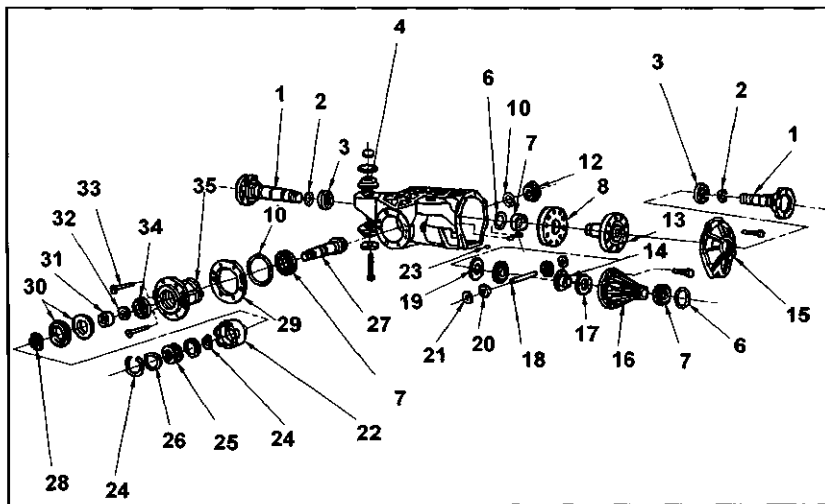
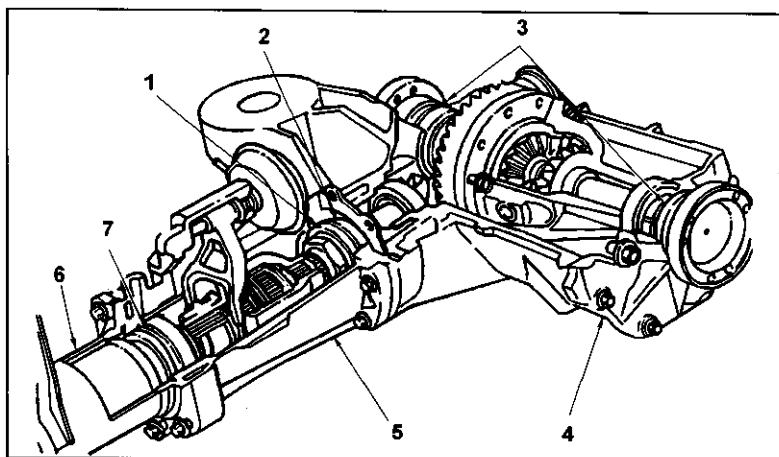

图 7-3-5 后桥壳元件
图 7-3-6 油封位置
- (1)拆下传动轴套管总成。
- (2)拧下单向离合器盖安装螺栓,然后拆下单向离合器盖。
- (3)排出离合器壳内的油。
- (4)拆下离合器壳与后支架的安装螺栓。
- (5)将后桥壳与离合器壳分开。
- (6)拆下离合器卡环,见图 7-3-5。
- (7)拆下隔套和离合器,确保隔套和离合器依拆卸顺序放好,以便安装。
- (8)拆下离合器外座圈卡环,然后从轴上滑下座圈。
- (9)拆下离合器内座圈卡环,然后从轴上滑下座圈。
- (10)拆下犬牙式离合器卡环,然后从轴上滑下离合器。
- (11)拆下扭力轴后轴承卡环。
- (12)旋下扭力管安装螺栓。
- (13)将扭力管与离合器壳分开,见图 7-3-6。
- (14)拆下离合器壳上的后轴承卡环,然后拆下后轴承。
- (15)用密封件拆卸工具 C-4967(或类似工具)拆下前离合器油封,见图 7-3-6。